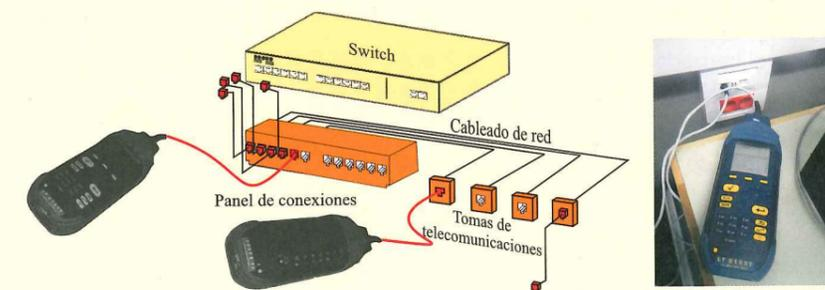

Figura 6.91. Certificación de una red de cableado estructurado.
- 6.7. Certificación de una red de cableado estructurado.** Aplica el procedimiento de certificación del cableado de pares trenzados para comprobar las características y prestaciones del aula de informática de tu centro (Figura 6.91). Para ello, identifica el puerto del panel de conexiones del armario distribuidor de la red asociado a cada una de las tomas de telecomunicaciones. Teniendo en cuenta que todos los equipos activos de la red deben estar desconectados, realiza una prueba de enlace en todas las conexiones fijas de la red.